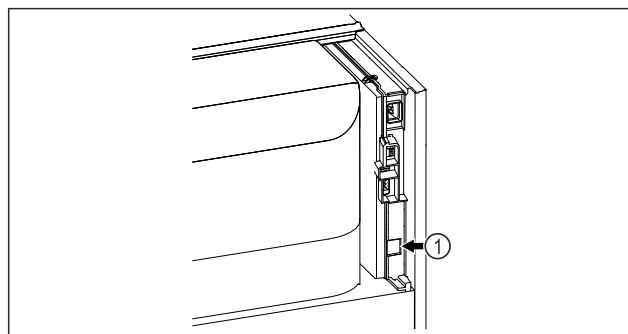

Fig. 100
- SmartModule Fig. 100 (1) je nasadený.